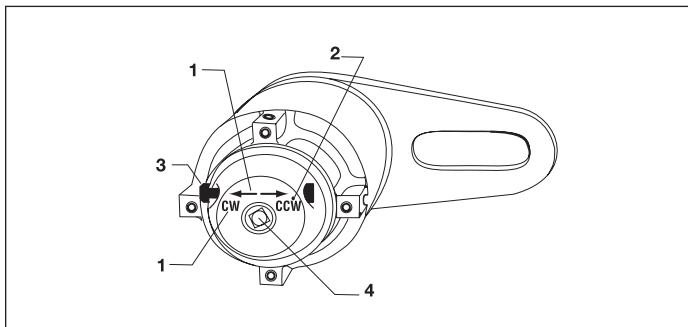

图 3 – 输入端示意图（显示顺时针旋转的设置）
选择器棘爪（图 3，第 3 项）必须设置在中间位置，中间位置固定螺钉（图 3，第 3 项）必须拧紧，锁定选择器棘爪，以便操作电动设备。对于手动施加的输入而言，它可以控制扭矩倍增器的旋转方向。（E290+、E291、E391 型号不提供）不要使用冲击式套筒扳手进行动力驱动，否则会损坏倍增器传动系统。
2. 按照输入端盒子上（图 3，第 1 项）的字母和方向箭头指示的方向推动选择器棘爪（图 3，第 3 项），设置所需旋转方向。
无齿隙型号：使用转矩扳手施加足够大的输入扭矩，松开内部无齿隙设备；保持扭矩输入，将选择器棘爪（图 3，第 3 项）推到相反位置（示例：原先在“CW”位置的棘爪需要重置到“CCW”位置）。缓慢释放输入扭矩。（E290+、E291 或 E391 型号不可用）。
使用适当型号的、认可的非冲击式动力驱动头：（仅限 E391、E392、E393、E492、E493、E494 或 E495）。让选择器棘爪在“CW”和“CCW”位置之间居中，然后拧紧固定螺钉（图 3，第 2 项），就可以将选择器棘爪锁定在中间位置。